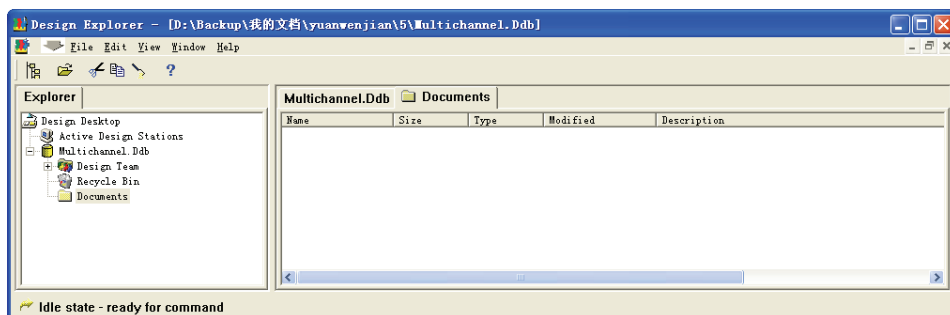

图 5-34 创建一个空的“Documents”文件夹
(1) 执行“开始”→“Protel 99 SE”→“Protel 99 SE”菜单命令，或者双击桌面上的快捷方式图标，启动 Protel 99 SE 程序。
(2) 执行“Files”→“New”菜单命令，在弹出的工程文件创建对话框中，选择合适的路径，输入文件名称“Multichannel.ddb”，建立工程文件。
(3) Protel 99 SE 在工作区打开工程文件，并在工程文件中创建一个空的“Documents”文件夹，如图 5-34 所示。双击该文件夹，打开文件夹。